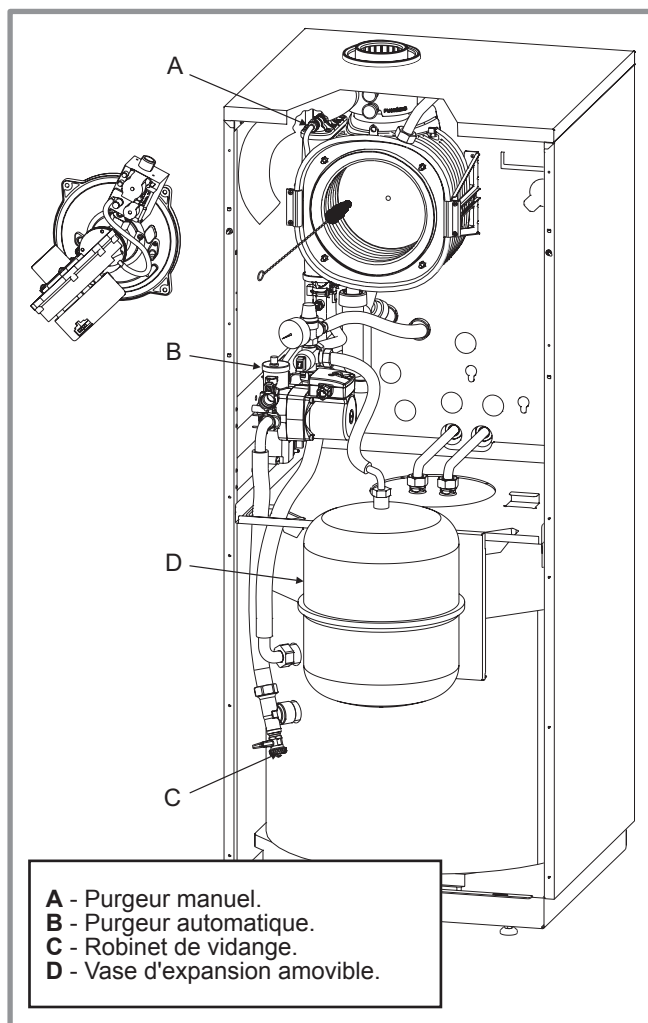

Figure 40 - Accès à la chambre de combustion
- Ouvrir le robinet de vidange de la chaudière (Figure 40, rep. C).
- Ouvrir le purgeur de la chaudière (Figure 40, rep. A).